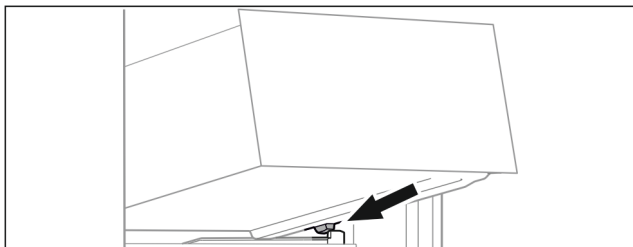

Fig. 114
- ▶ Placer le tiroir, en l'inclinant, derrière les butées sur la nervure de récipient. (voir Fig. 114)